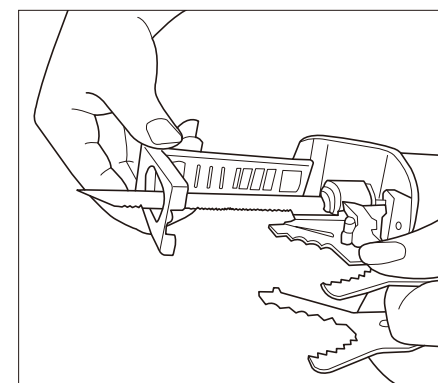

図2
- 枝固定ホルダーが本機に固定された状態だとバネで上げられるので、その状態で切断物支えホルダーを奥まで差し込んでください。(図2参照)